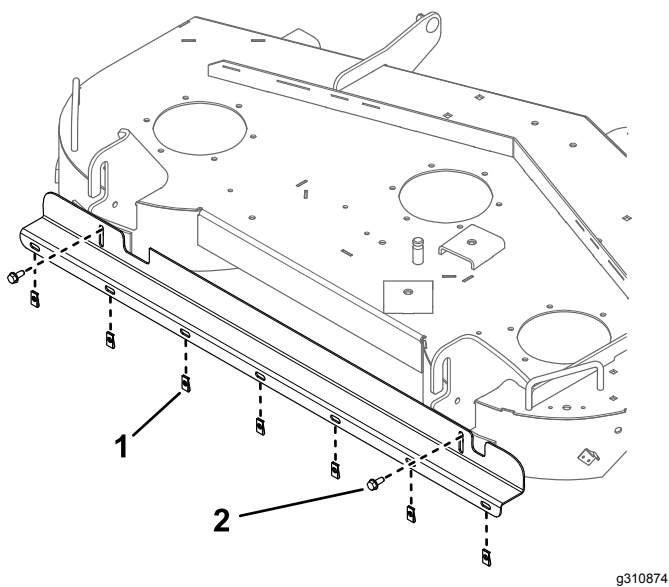

Figure 4
4. Fixez le support dans les trous à l'aide de 2 boulons autotaraudeurs (Figure 4).
5. Placez 7 écrous rapides dans les trous libres du support (Figure 4).